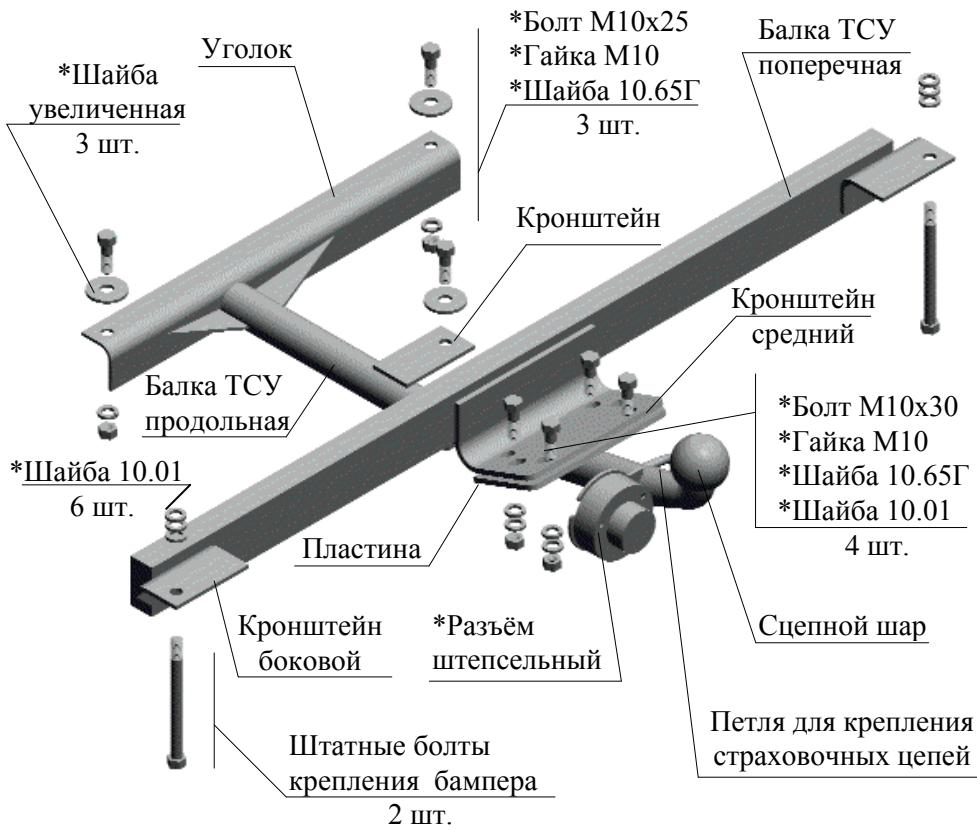

Рис.1 Тягово-сцепное устройство ТСУ 2108.Р (ТСУ 21099.Р)
2.1 ТСУ 2108.Р, (ТСУ 21099) в сборе (рис.1)	1 шт.
2.2 Пакет с комплектующими (см. рис.1)	1 шт.
4.5 Соединить пластину продольной балки со средним кронштейном поперечной балки четырьмя болтами M10x30.(см. рис.1)